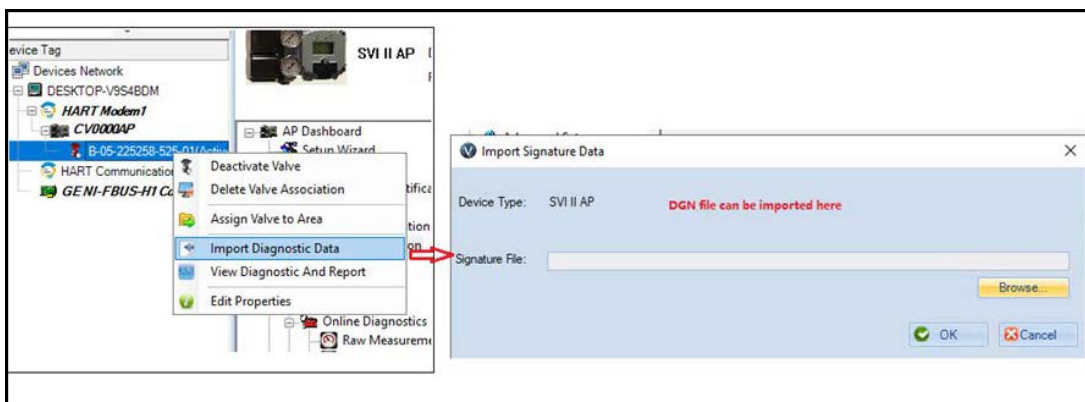

Рисунок 155 - Импорт файла DGN
- b. Щелчок правой кнопкой мыши на соответствующем клапане и выбор **Import Diagnostic Data (Импорт диагностических данных)** > **Выбор** (Рисунок 155).